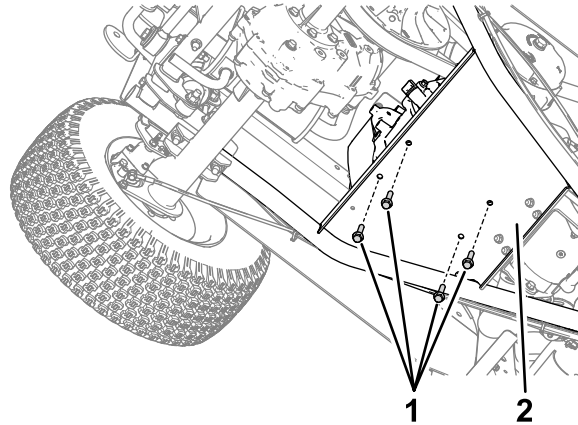

Bild 5
10. Entfernen Sie die vier Bundkopfschrauben, mit denen der Motor an der Schwingarmplattform befestigt ist (Bild 5).